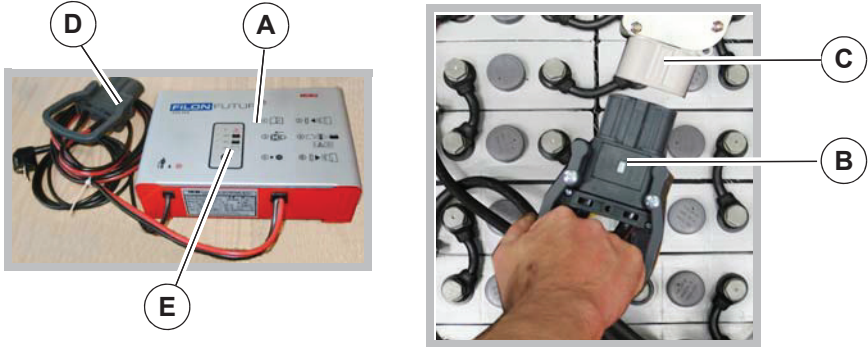

Fig. 23:
Les batteries sont chargées avec un chargeur stationnaire, comme représenté en **Fig. 23-A**. Les batteries peuvent être rechargées quand deux segments du témoin du niveau de charge **Fig. 22-57** se sont éteints.
2. Débrancher le connecteur de batterie **Fig. 23-B** du connecteur de la machine **Fig. 23-C**.
3. Raccorder le connecteur de la batterie au connecteur du chargeur **Fig. 23-D**.
5. La progression du chargement pendant le processus de chargement est affichée sur l'indicateur **Fig. 23-E** du chargeur. Pendant ce temps, le témoin de contrôle de charge **Fig. 22-57** dans l'écran d'affichage est inactif !